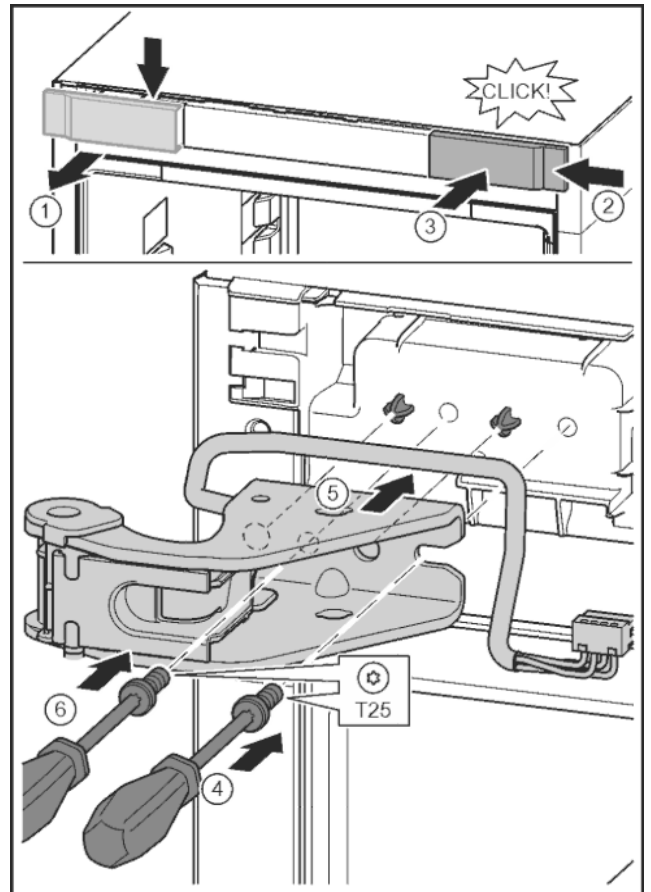

Fig. 29
- ▶ Отпустить крышку и снять сбоку. Fig. 29 (1)
- ▶ Навесить крышку, повернув ее на 180°, справа с другой стороны. Fig. 29 (2)
- ▶ Крышку зафиксировать. Fig. 29 (3)
- ▶ Установить винт отверткой T25. Fig. 29 (4)
- ▶ Установить верхний опорный кронштейн. Fig. 29 (5)
- ▶ Затянуть винт. Fig. 29 (4)
- ▶ Вставить и затянуть винт отверткой T25. Fig. 29 (6)